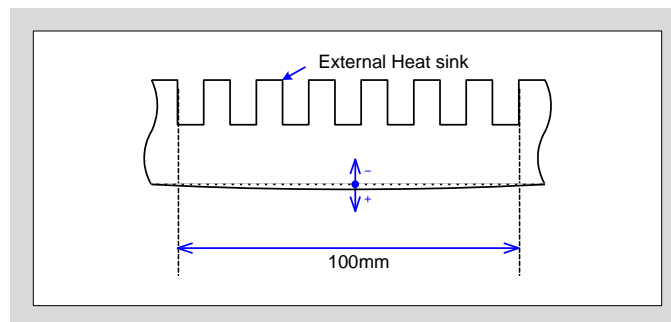

図6-2 ヒートシンクの平坦度測定位置
- 図6-2にヒートシンクの平坦度の測定位置を示します。平坦度は $0\mu\text{m}/100\text{mm}$  ~  $+100\mu\text{m}/100\text{mm}$ とし、表面荒さ(Rz)は $10\mu\text{m}$ 以下となるようにヒートシンク表面を仕上げてください。